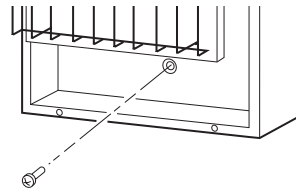

Figura 11 - Instalación del tornillo de montaje inferior
1. Localice el orificio para montaje ubicado en la parte inferior. Este orificio se encuentra cerca de la parte inferior del panel posterior del calentador (consulte la figura 11).
6. Introduzca el tornillo de anclaje inferior por el panel posterior a través del anclaje inferior o del orificio que perforó (consulte la figura 11).